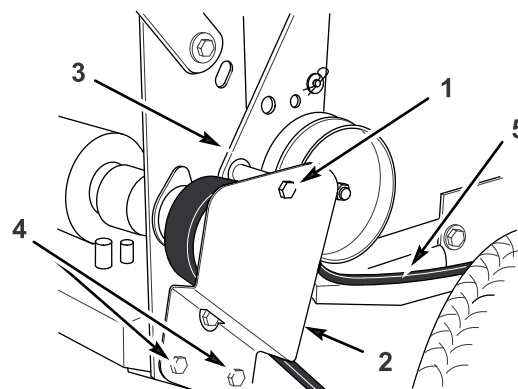

Figure 48
1. Enlevez le boulon de fixation supérieur du support et de la patte de la poulie de tension au bâti arrière (Figure 48).
2. Desserrez suffisamment les deux vis de fixation inférieures pour permettre à la courroie de passer entre la poulie d'entraînement et le support de la poulie de tension (Figure 48).
5. Montez la vis de fixation supérieure du support et de la patte de la poulie de tension au bâti arrière (Figure 48).
6. Serrez suffisamment les deux vis de fixation inférieures pour permettre à la courroie de passer entre la poulie d'entraînement et le support de la poulie de tension (Figure 48).